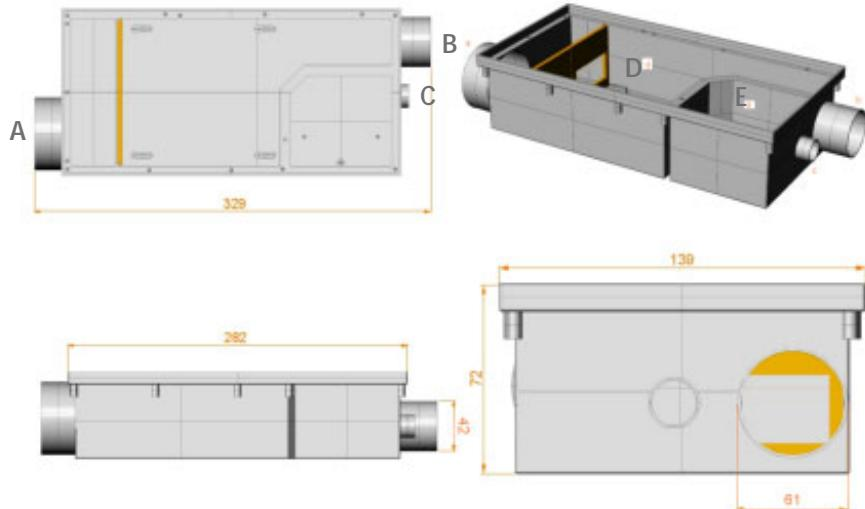
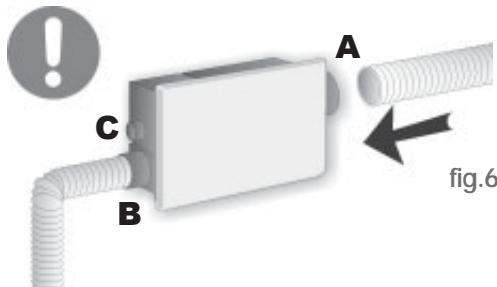

fig.2
fig.6
**Nota bene:** Le misure riportate in Fig. 2 si riferiscono alla scatola contenente l'aspiratore centrifugo privo di coperchio e sono espresse in mm. L'ingombro del coperchio risulta essere pari a: (H x L x P) 149x295x5 mm, (le dimensioni sono indicative).
In relazione alle dimensioni dell'apparecchio riportate in Fig. 2, viene praticata una traccia nelle immediate vicinanze del WC ad una altezza di c.a 2,5 m, anche se in generale nulla vieta di posizionare il ventilatore ad una altezza pari a quella prevista per la zona 3 (norma CEI 64-8 Rif. Art. 701). Le dimensioni di tale traccia risultano essere approssivamente: 159x349x75 mm.
Il tubo di aspirazione in dotazione nel kit ha una lunghezza di m 4 e un ø interno di 32 mm. Si procede a collegare una estremità di detto tubo al condotto secondario del Raccordo Anulare di Aspirazione mentre la rimanente viene innestata alla bocca di aspirazione "B" (vedi Fig.2) dell'aspiratore centrifugo, spingendola fino a serrarla sulla conicità di tale imbocco. La Fig. 5 mostra l'operazione descritta.
Il tubo di scarico in dotazione nel kit è lungo 2m e presenta un ø interno di 50 mm. Si procede a collegare un'estremità di detto tubo alla bocca di scarico "A" (vedi Fig. 2) dell'aspiratore mentre l'altra è collegata all'imbocco interno del boccaio. Tale operazione è illustrata in Fig.6.
La regolazione della temporizzazione, cioè del tempo che il dispositivo impiega per spegnersi dopo l'avvenuta apertura dell'interruttore del punto luce del vano bagno o di altro interruttore specifico, avviene, agendo per mezzo di un opportuno utensile su POT1 (vedi Fig.6). Il minimo tempo di spegnimento a seguito della chiusura dell'interruttore risulta essere pari a c.a 3 min mentre quello massimo risulta essere di c.a 30 min. Effettuate correttamente le connessioni elettriche e la regolazione del tempo di spegnimento (vedi fig.6), è possibile applicare il coperchio esterno del ventilatore centrifugo e mettere in funzione l'apparecchio.